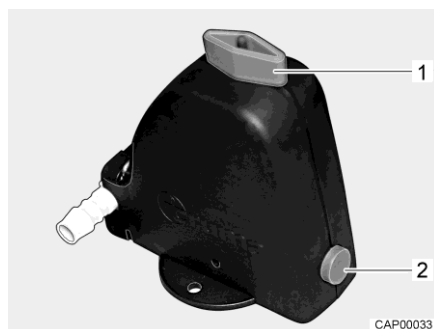
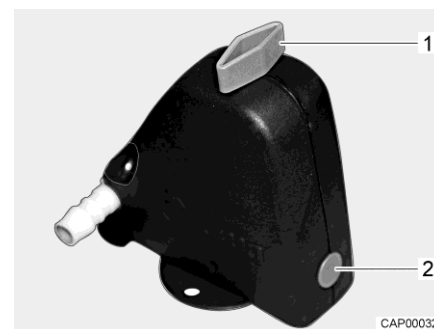

Fig. 153 Válvula de seguridad/purga abierta
Fig. 154 Válvula de seguridad/purga cerrada
- Cerrar la válvula de seguridad/purga. Para ello, girar el botón giratorio (Fig. 153,1) a la posición transversal en referencia a la válvula de seguridad/purga y hundir el botón (Fig. 153,2). La válvula de seguridad/purga cerrada se muestra en Fig. 154. A temperaturas inferiores a 6 °C, la válvula de seguridad/purga no se deja cerrar.